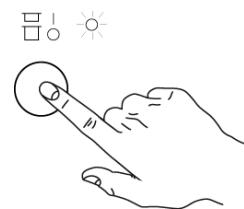

Abb. 27
- Schließen Sie die Tür und drücken Sie den KNOPF "A", um die Spülmaschine einzuschalten. Dies wird durch die GRÜNE Kontrolllampe "D" angezeigt. (Abb. 27)